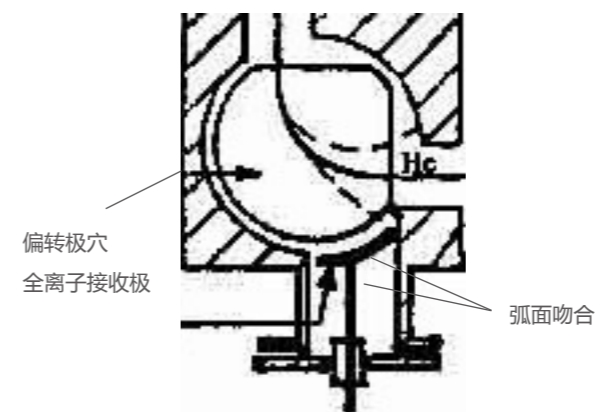

图 3-16 全离子接收极安装方向
全离子检测极弧面要与极靴弧面吻合（图 3-16）。
5. 把新离子源放入腔体，注意离子源定位销方向，如图 3-16，脚 1 和 8 连线应平行壳体边沿。